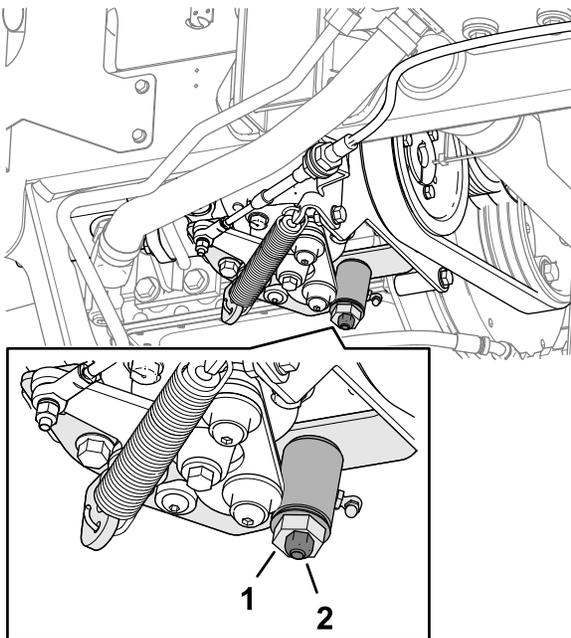

Figura 79
3. Afloje la contratuerca de la leva de ajuste de tracción (Figura 79).